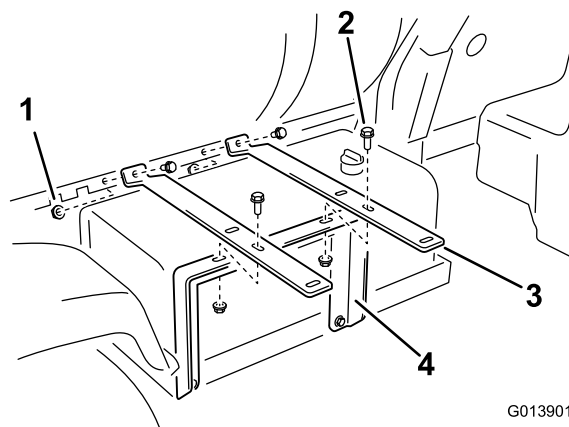

Figure 9
2. Fixez les 2 barrettes de maintien du dévidoir aux trous du socle de la cuve, comme illustré à la Figure 9, au moyen de 2 boulons à embase (3/8 x 1 pouce) et de 2 écrous à embase (3/8 pouce).